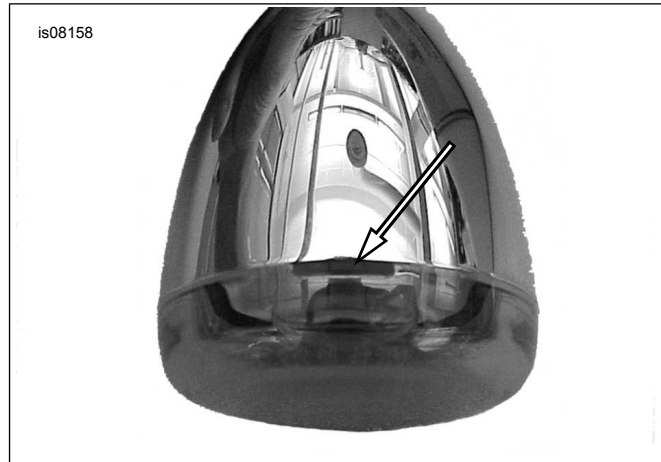

Figura 14. Instalación del lente de la direccional (vista inferior)
- c. Vea Figura 14. Instale los lentes de las direccionales con las ranuras orientadas hacia abajo, alineados con la ranura del o-ring como se muestra.